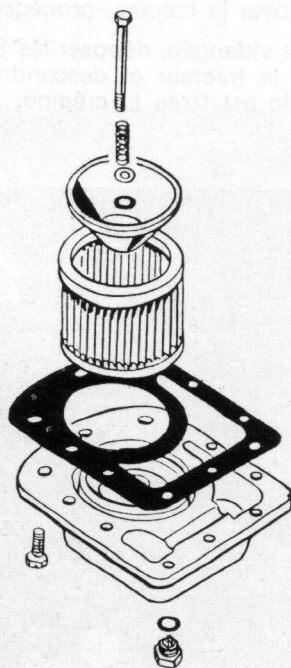

Fig. 61
4. Remonter la crépine sur la plaque en veillant à remettre les pièces dans l'ordre inverse du démontage (fig. 61).